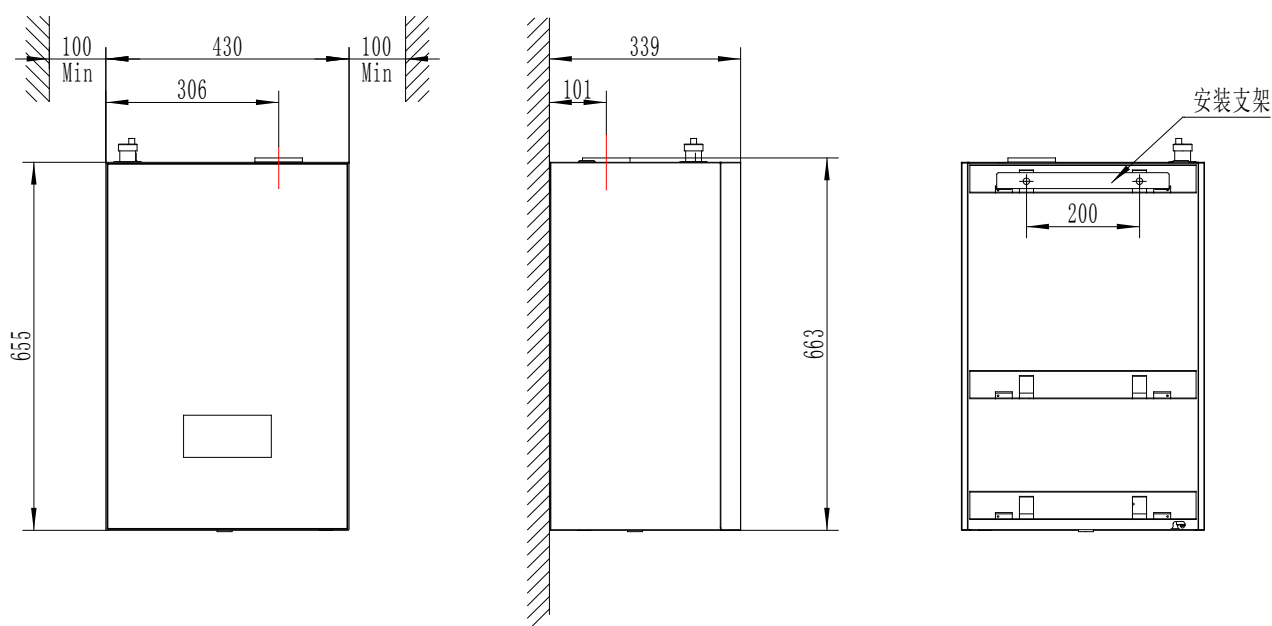

图 5
- 器具的两侧必须保留**最小间隙**（见图 5）以方便日后维修；
- 确定安装支架的孔的位置，必须留出最小间隙（见图 5）